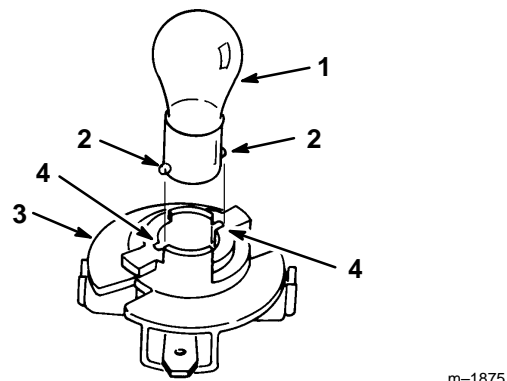

Abbildung 18
4. Die Birne hereindrücken, im Gegenuhrzeigersinn bis zum Anschlag drehen (ca. 1/4 Umdrehung) und aus der Birnenfassung herausnehmen (Abb. 18).
1. Die Glühbirne hat Metallstifte an der Seite ihrer Basis. Die Stifte auf die Schlitzlöcher in der Birnenfassung ausrichten und die Basis in die Fassung einsetzen (Abb. 18). Die Birne hereindrücken und bis zum Anschlag im Uhrzeigersinn drehen.